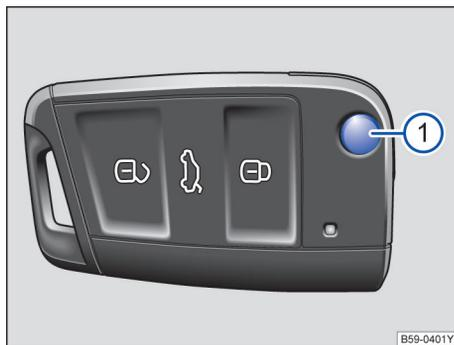

图 42 遥控钥匙
按压按钮 → 图 42① 即可解锁并翻开钥匙头。
如短时间内反复按压汽车钥匙上的按钮 → 图 42 或中央门锁某个按钮 → 第 54 页，则中央门锁系统将暂时关闭，防止系统过载，此时汽车处于解锁状态，必要时闭锁汽车。